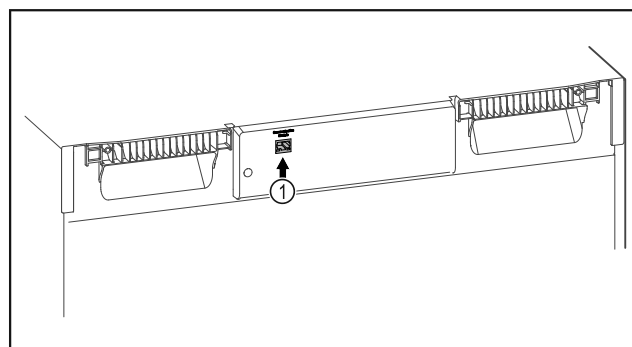

Fig. 136
- SmartModule Fig. 136 (1) встановлено.